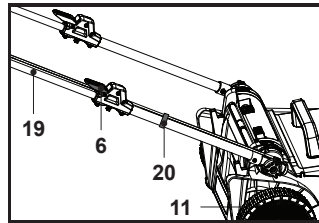

Fig. 4
9. Fixer le cordon de commande (19) dans le serre-câble qui est préinstallé sous le levier de verrouillage (6), puis fixer l'autre serre-câble (20). (Fig. 4).